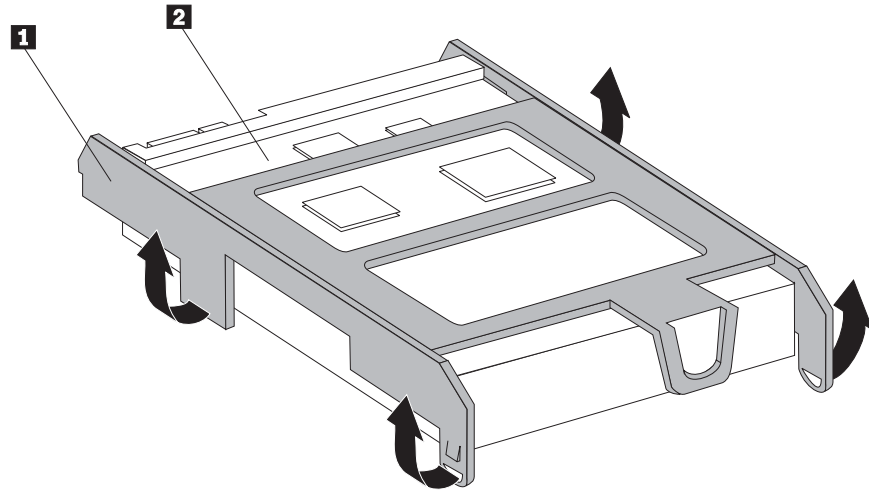

图 10. 将硬盘驱动器安装到支架中
7. 要将新的硬盘驱动器安装到塑料支架 **1** 中，请弯曲支架并将支架上的引脚与硬盘驱动器上的孔对齐。请参阅图 10。请勿触摸硬盘驱动器底部的电路板 **2**。